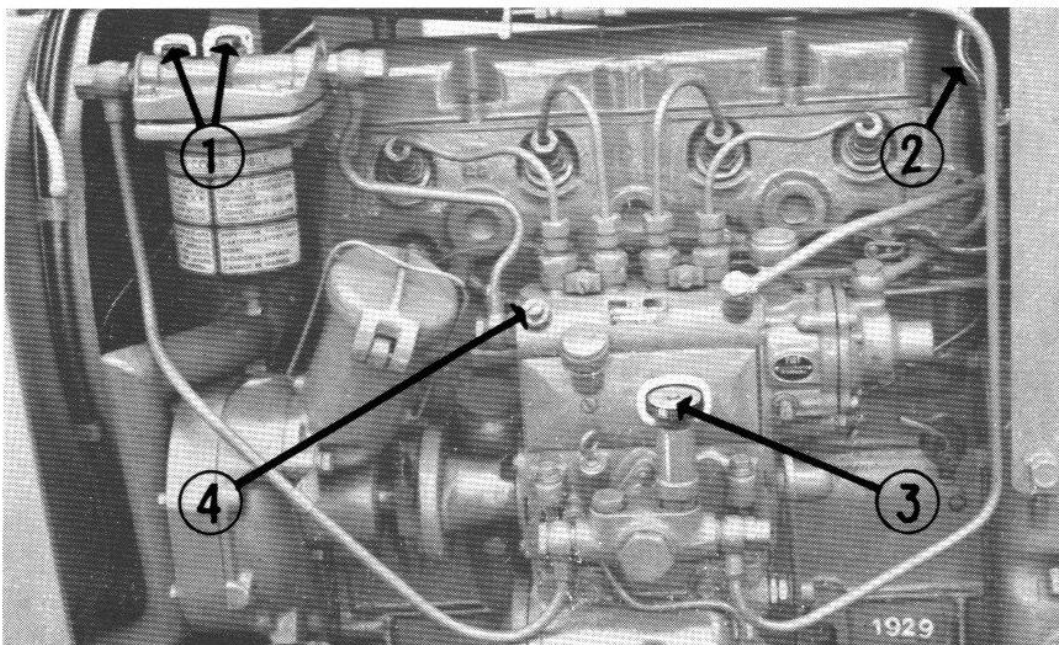

FIG. 8. — Filtre à combustible. — Pompes d'injection et d'alimentation.
- Dévisser de deux tours les deux vis situées sur le filtre à gas-oil (1 fig. 8) ;
- Dévisser le chapeau de la pompe d'amorçage à main (3 fig. 8) et l'actionner jusqu'à ce que le gas-oil s'écoule sans bulles d'air par le petit orifice pratiqué dans chacune des vis de purge du filtre à combustible.
- Dévisser de 2 tours la vis de purge située sur la pompe d'injection (4 fig. 8) et actionner à nouveau le piston de la pompe à main. Dès que le combustible sortira sans bulles d'air, rebloquer la vis et après quelques coups supplémentaires de pompe, qui vous permettront de vérifier qu'il n'y a plus de remontée d'air dans le tuyau en plastique de retour au réservoir (2 fig. 8), revisser à fond le chapeau de cette dernière afin d'éviter des entrées d'air sur la périphérie du piston qui n'offre qu'une sécurité relative au point de vue étanchéité.